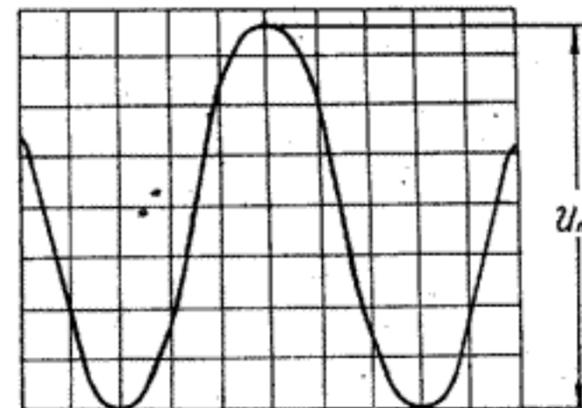

Рис. 3. Измерение полного размаха переменного напряжения.
9.2.7. Органы управления, расположенные на правой боковой стенке прибора (приложение 5, рис. 3):
е) установите ручку « $\updownarrow$ » вертикального смещения так, чтобы минимальный уровень сигнала совпадал с одной из нижних линий, а максимальный — находился в пределах экрана. Ручкой « $\longleftrightarrow$ » горизонтального перемещения сместите изображение таким образом, чтобы один из верхних пиков находился на вертикальной средней линии шкалы (рис. 3);